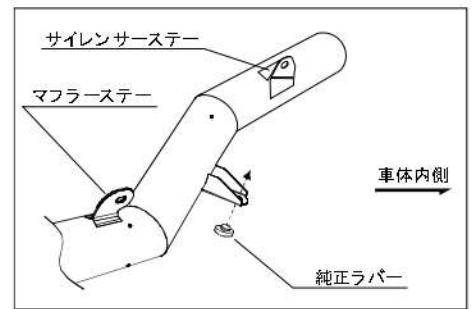

図.3
- ② 図.3を参考に純正スタンドストッパーラバーを移設します。